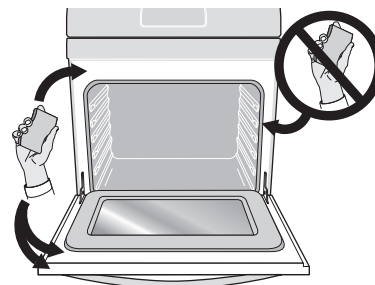

Figure 29 : Nettoyer la partie autour du joint de la porte du four
- Ne nettoyez pas le joint de la porte du four (Figure 29). Le joint tissé est essentiel à la bonne étanchéité du four. Prenez soin de ne pas frotter, endommager ou retirer le joint.
- Nettoyez toute saleté sur le cadre du four, le revêtement de la porte autour du joint et la petite surface située au centre, devant, sur la sole du four. Ces zones chauffent suffisamment pour que la saleté y brûle. Nettoyez-les avec de l'eau et du savon. Ces zones sont indiquées en blanc (Figure 29).